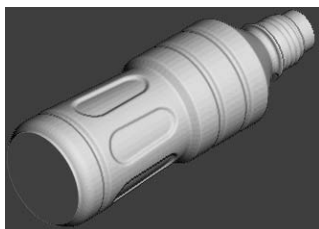

图 4-34 仿真加工结果
2) 在“仿真”工具栏的“当前刀具路径”下拉列表中选择要模拟的刀具路径 finish，然后单击“执行”按钮, 系统开始自动仿真加工，仿真加工结果如图 4-34 所示。